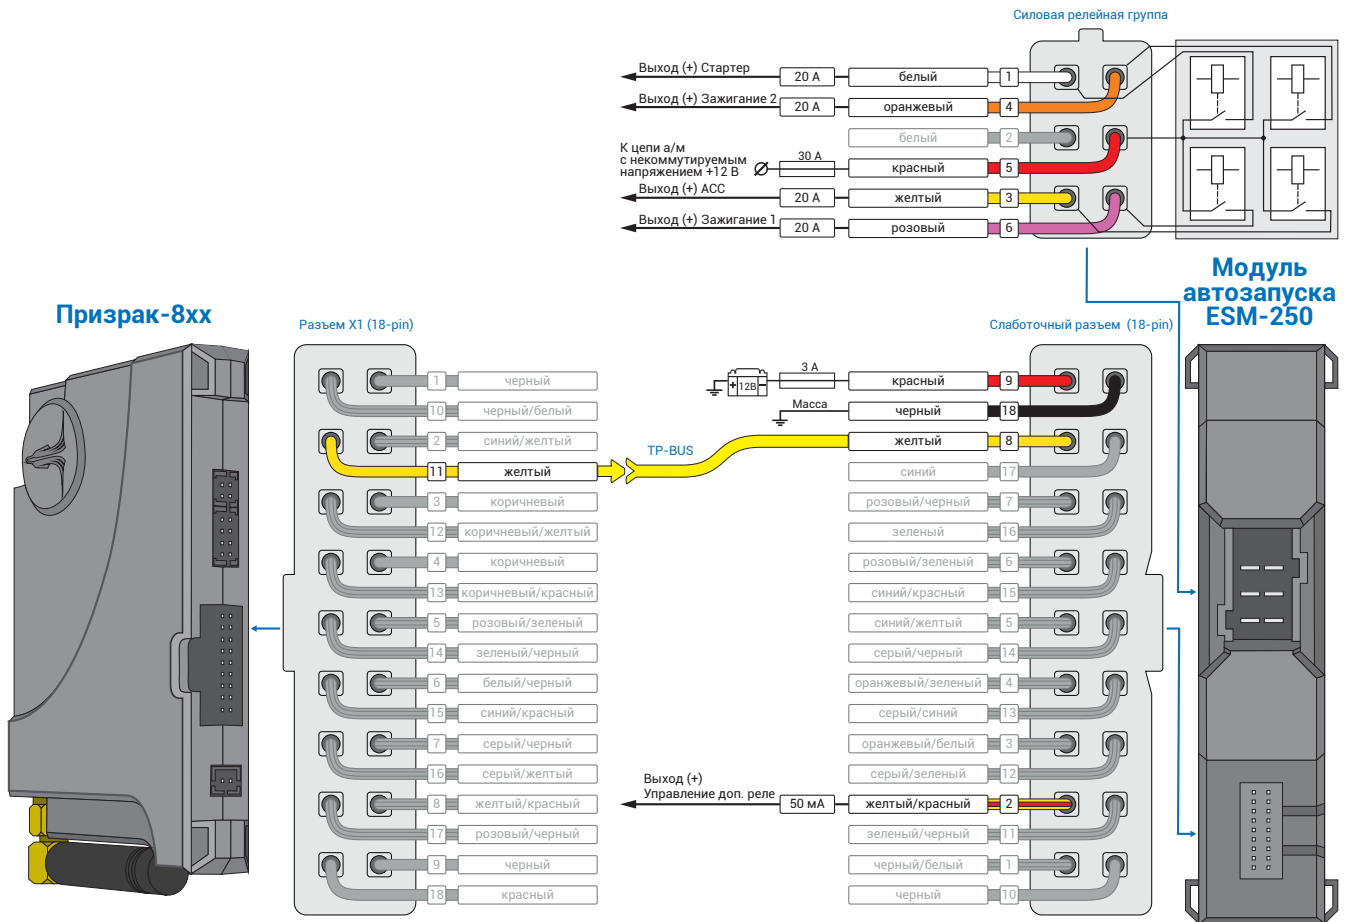
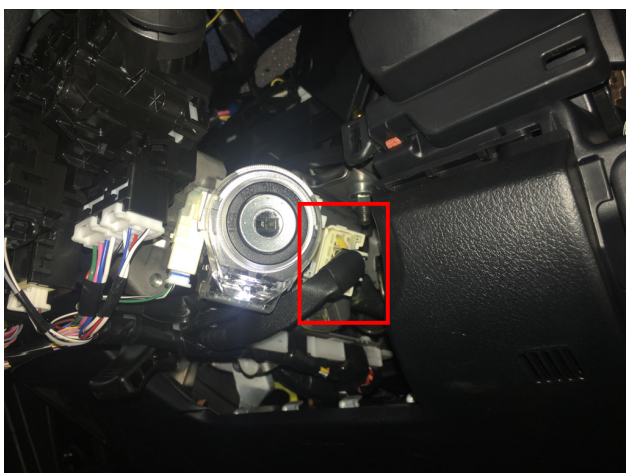

Рис.4 Подключение модуля автозапуска ESM-250
Рис.6 Место подключения
3. Подключите модуль автозапуска ESM-250 – выводы модуля, которые требуется подключить выделены на рис. 4. Подключение к автомобилю производится в разъеме непосредственно у замка зажигания (см. рис. 6, 7).